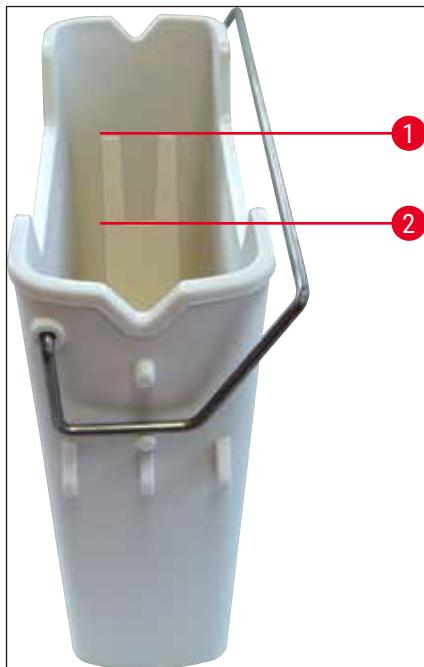

図67
4. 充填レベルが十分なこと (→ 図67)、そして試薬にコンタミがないことを確認します。コンタミが見られる場合は、キシレンを交換する必要があります (→ P. 37 – 4.6.3 試薬容器の用意、充填、挿入用待機槽への挿入)。試薬容器をクリーニングした後に再充填します。